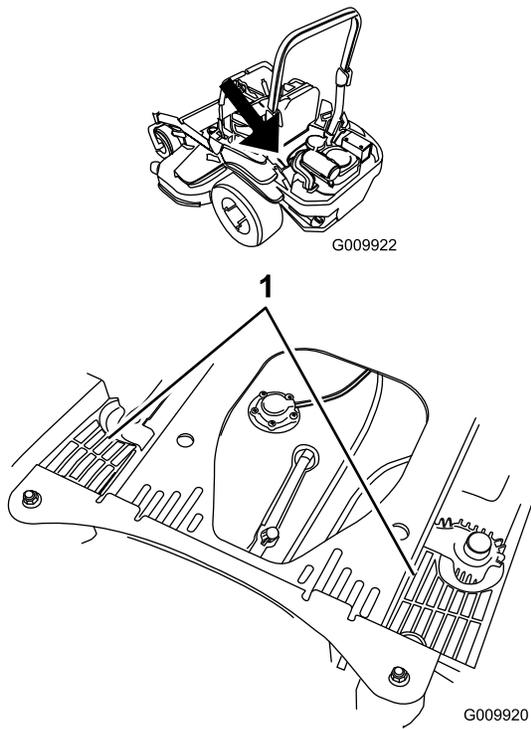

Figura 78
4. Limpie cualquier residuo o hierba de las cubiertas de la unidad hidráulica (Figura 78).